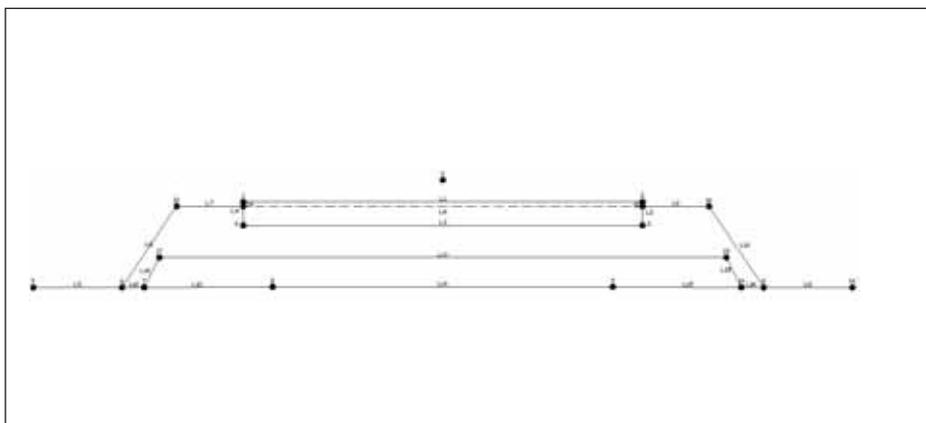
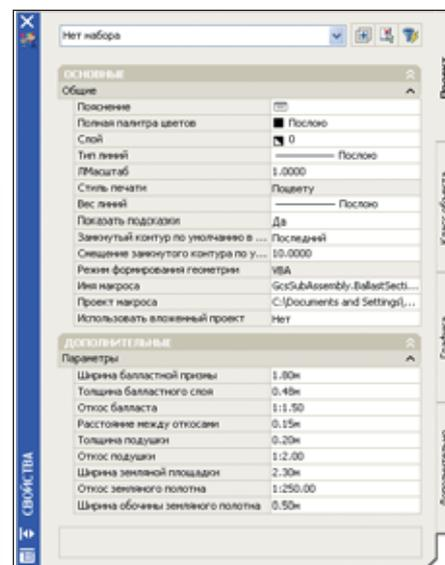

Рис. 1. Элемент конструкции "Балластная призма"
Рис. 2. Свойства элемента конструкции "Балластная призма"
*Балластная призма* (рис. 1) является основным элементом, который используется для построения модели железной дороги. Он входит в комплект поставки Geonics ЖЕЛДОР и разработан специально для создания коридора по железной дороге средствами Civil 3D. Для работы с этим элементом требуется наличие лицензионного Geonics ЖЕЛДОР, установленного на платформе AutoCAD Civil 3D. По умолчанию в элементе используются стандартные для России значения параметров балласта, подушки и земляного полотна (рис. 2), что избавляет проектировщика от необходимости их частого редактирования.